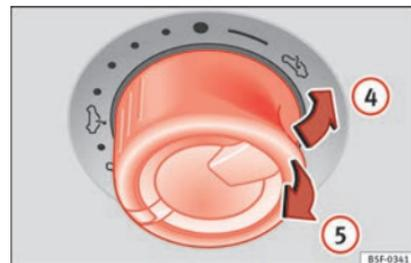

Abb. 42 Im Dachhimmel: Zum Ausstellen und Schließen des Dachs den Knopf drehen.
- Innerhalb von etwa 5 Sekunden nach dem Auslösen der Kraftbegrenzung am Schalter »» Abb. 42  ziehen, bis das Schiebe- und Ausstell-dach ganz geschlossen ist.